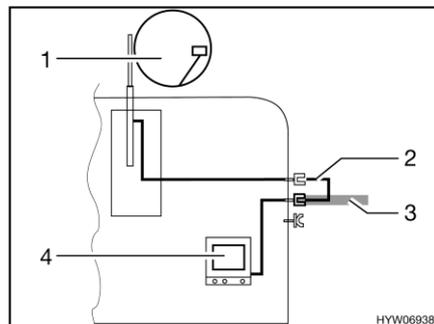

Fig. 147 TV nel veicolo
- TV nel veicolo (Fig. 147,4): Collegamento all'antenna del tetto (Fig. 147,1) con cavo di collegamento (Fig. 147,2)
- TV nel veicolo (Fig. 147,4): Collegamento a antenna esterna (Fig. 147,3)